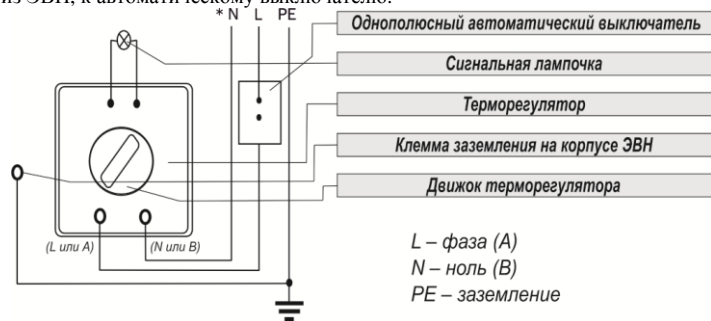
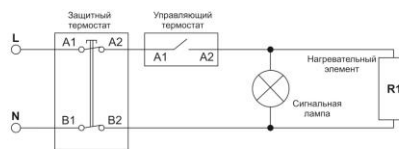

Рис. 7. Схема электрическая для моделей E-Series, O'Pro, EGO, O'Pro +
Рис. 11. Схема электрическая для моделей Steatite (S3C), D400-2-BC.
В цепь электропитания необходимо установить автоматический выключатель с током отсечки, равным 10А для ЭВН мощностью до 1,6 кВт и 16А для ЭВН мощностью от 1,6 кВт до 2,5 кВт. Подключение моделей O'Pro, EGO, O'Pro + (рис. 7, 8) и моделей D400-2-BC (рис. 11):
Подключение моделей O'Pro (PC) (рис. 7, 8) и Steatite (рис. 7, 9, 10, 11);